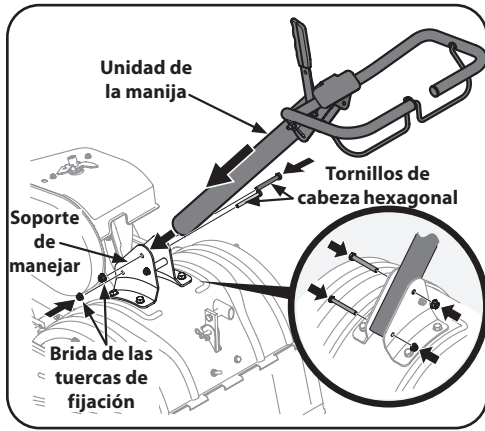

Figura 2-3
2. Posicione la unidad de la manija entre los soportes de montaje de la manija. Vea la Figura 2-3.